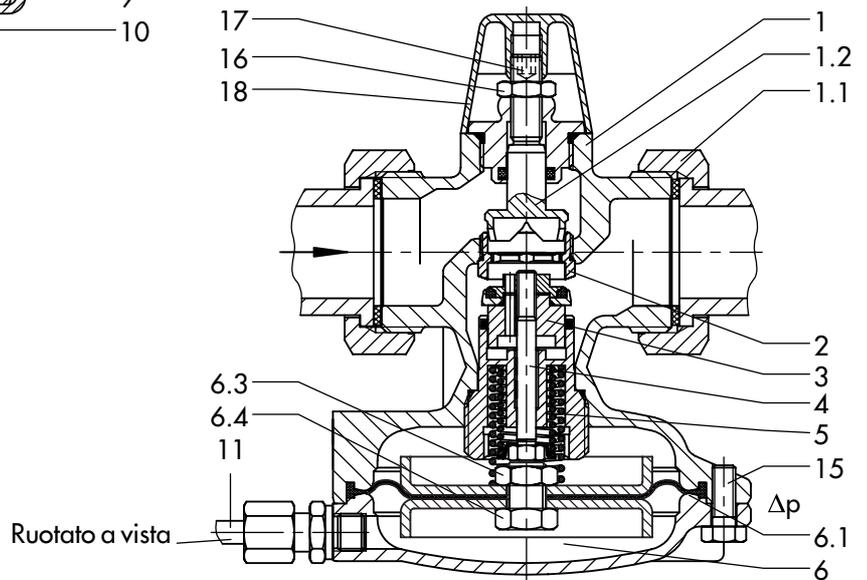

Fig. 4 · Disegni in sezione
6. Per il riassettaggio procedere nella sequenza inversa, osservando le coppie di serraggio della tabella 1 fig.4.